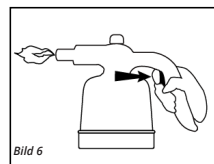

Bild 6
2. Tryck på tändknappen för att tända lågan. [Bild 6]